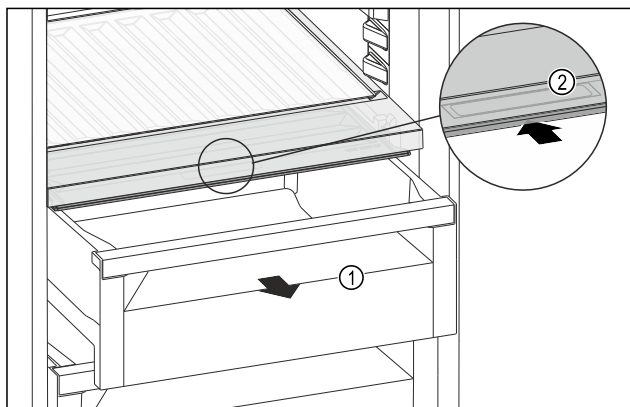

Fig. 126
- Изтеглете чекмеджето Fig. 126 (1).
- Хванете вдлъбнатия захват Fig. 126 (2) на капак на отделението и едновременно с това избутайте назад капак на отделението.